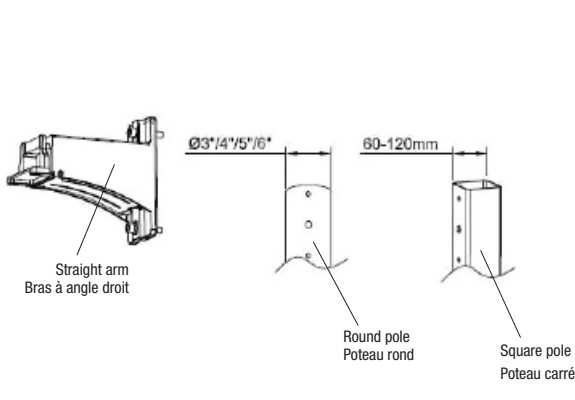

Fig. 3A
1. Vérifier la section de poteau qui s'adapte sur le bras à angle droit (Fig. 3A).